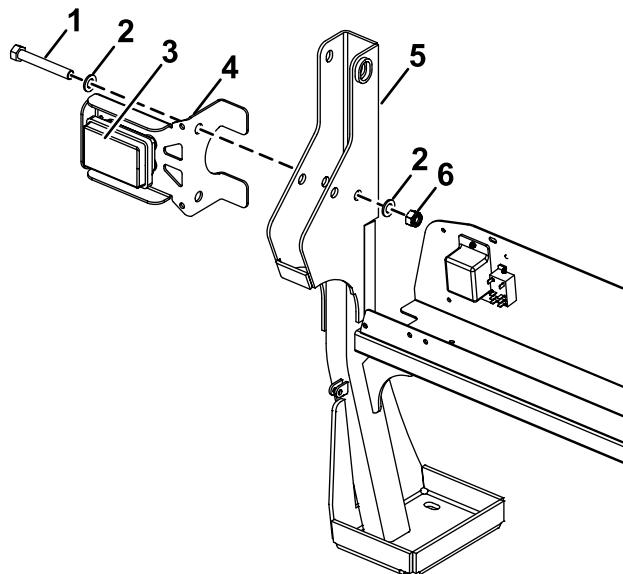
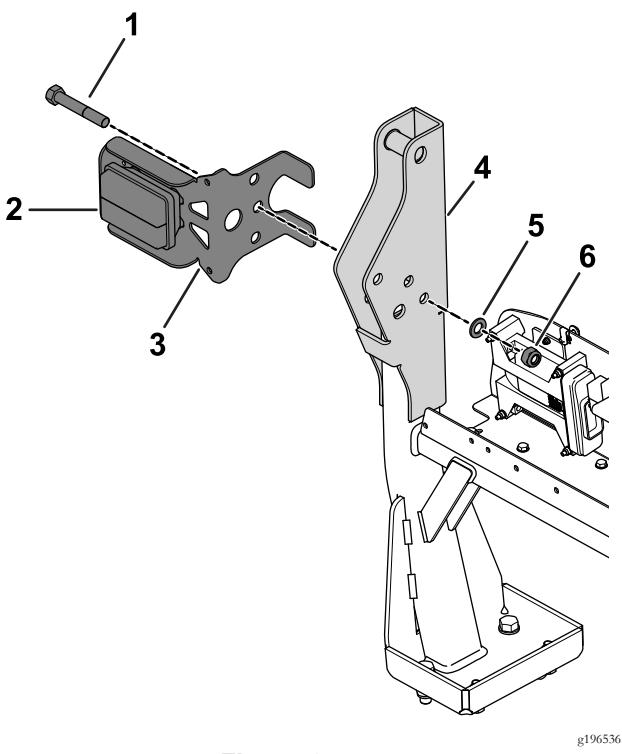

Figura 2
Figura 3
1. Piastra 2. Bullone (4)
6. Allineate il foro indicato nella staffa della luce posteriore sinistra con il foro nel roll bar e inserite il nuovo bullone (M16 x 110 mm) utilizzando le rondelle preesistenti (Figura 2 o Figura 3).